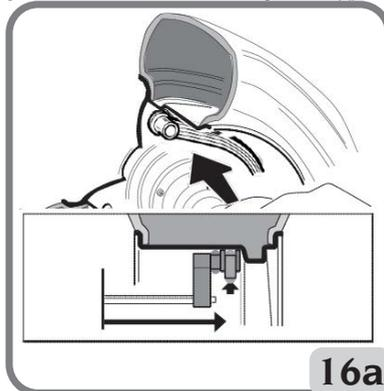

Abb.16a: Manuelle Erfassung des Abstands der externen Ebene in den Programmtypen ALU 2P e ALU IP
- Analog zur vorherigen Beschreibung für die Innenseite, das Ende des automatischen Messarms auf die Ebene bringen, die zum Anbringen des äußeren Gewichts ausgewählt wurde (Abb. 16a).